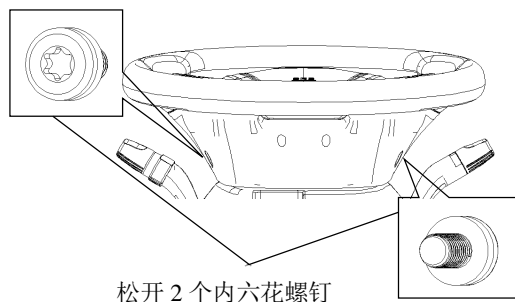

图 5.2-4
(1) 对齐转向盘两侧的小圆孔，用套筒扳手或者T30，松开两个内六花螺钉。如图5.2-4所示。